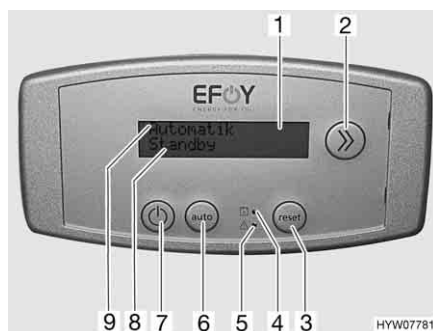

Fig. 102 Centralina di controllo per pila a combustibile
La pila a combustibile è composta da diversi componenti che sono montati nel gavone di coda (Fig. 100) e da un pannello di controllo (Fig. 102) posto nel vano abitabile.
La pila a combustibile carica automaticamente le batterie del vano abitabile non appena la loro tensione scende sotto i 12,5 V e la pila a combustibile viene attivata tramite il tasto acceso/spento (Fig. 102,7).
Il display (Fig. 102,1) della centralina di controllo è a due cifre. Nella prima riga (Fig. 102,9) viene visualizzato lo stato di funzionamento della pila a combustibile.
Nella seconda riga (Fig. 102,8) vengono visualizzate informazioni oppure segnalazioni di guasto.
La commutazione tra le informazioni a disposizione avviene mediante il tasto Info (Fig. 102,2).
I due LED sull'apparecchio di comando indicano i guasti (Fig. 102,5) e che è necessario sostituire la cartuccia del serbatoio (Fig. 102,4).
Dopo la rimozione dell'errore, riaccendere la pila a combustibile. A tal fine premere il tasto Reset (Fig. 102,3).
- Premere il tasto acceso/spento (Fig. 102,7).
Nella prima riga del display (Fig. 102,9) viene visualizzata la modalità di funzionamento attuale.
- Se viene visualizzato "On" (acceso), la pila a combustibile si trova nella modalità di carica selezionata manualmente. Premere il tasto "auto" (Fig. 102,6), per commutare sulla modalità di funzionamento automatico.
- Se la pila a combustibile non è ancora stata spenta, premere il tasto On/Off (acceso/spento) (Fig. 102,7).